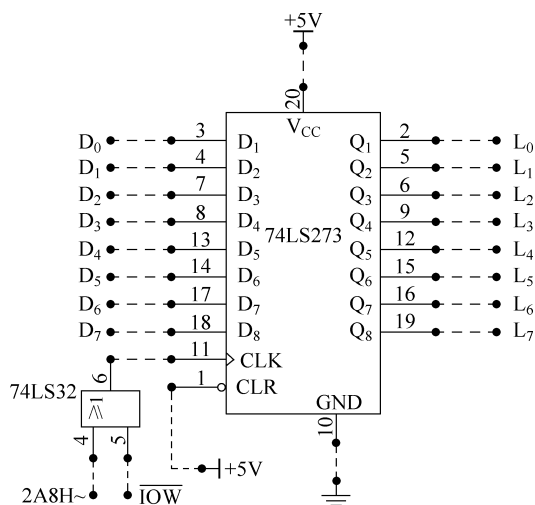

图 3.1 简单并行输出接口电路
(1) 实验内容。
① 按图 3.1 所示的简单并行输出接口电路连接线路,74LS273 为八 D 触发器,8 个 D 输入端分别接数据总线 $D_7 \sim D_0$,8 个 Q 输出端接 LED 显示电路 $L_7 \sim L_0$ 。